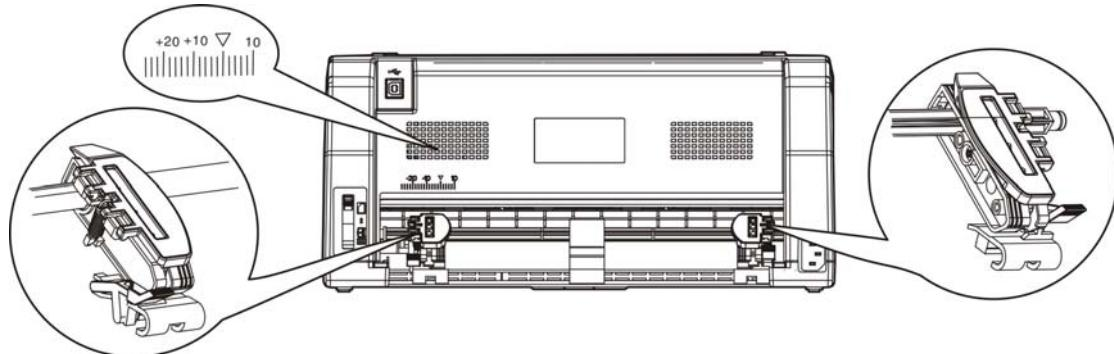

图 3-9 开左右链轮盖
- 将拖纸器左链轮移至左边适当位置（“▽”位置表示横向起始打印位置）。按下拖纸器左链轮的链轮锁定杆以锁定左链轮。将拖纸器右链轮移至适当位置（如图 3-9 所示）。